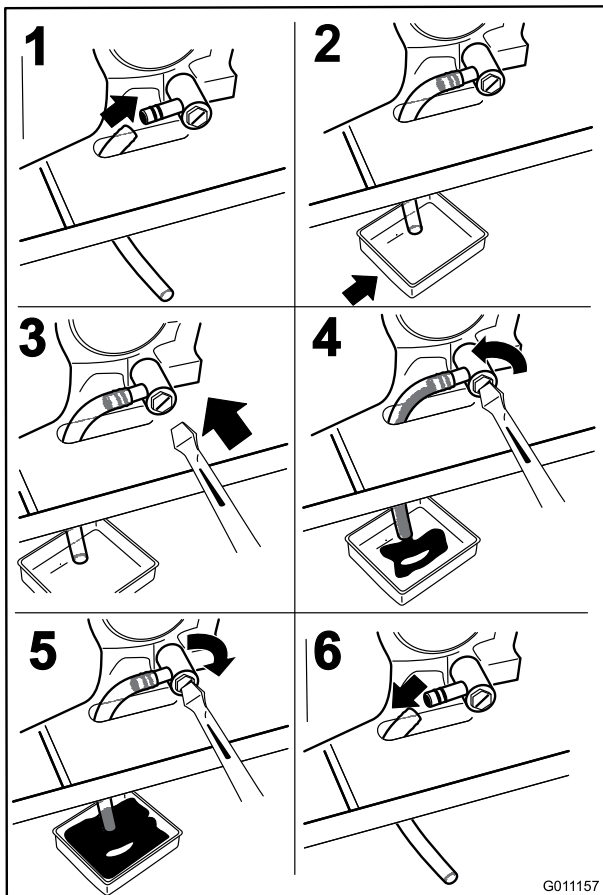

Figure 41
4. Avant de quitter la position de conduite, coupez le moteur, enlevez la clé de contact et attendez l'arrêt de toutes les pièces mobiles (Figure 41).